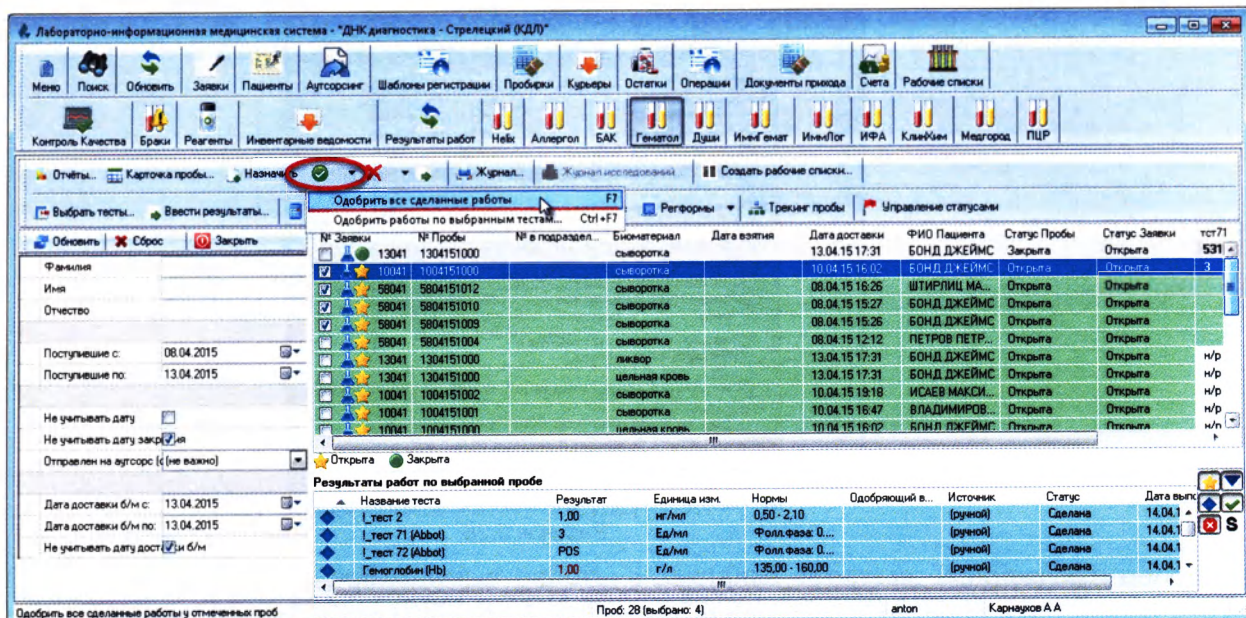

Рисунок 5.30
2.	Нажмите на кнопку «Одобрить работы»  и в контекстном меню выберите пункт «Одобрить все сделанные работы», или нажмите клавишу F7 (Рисунок 5.30):